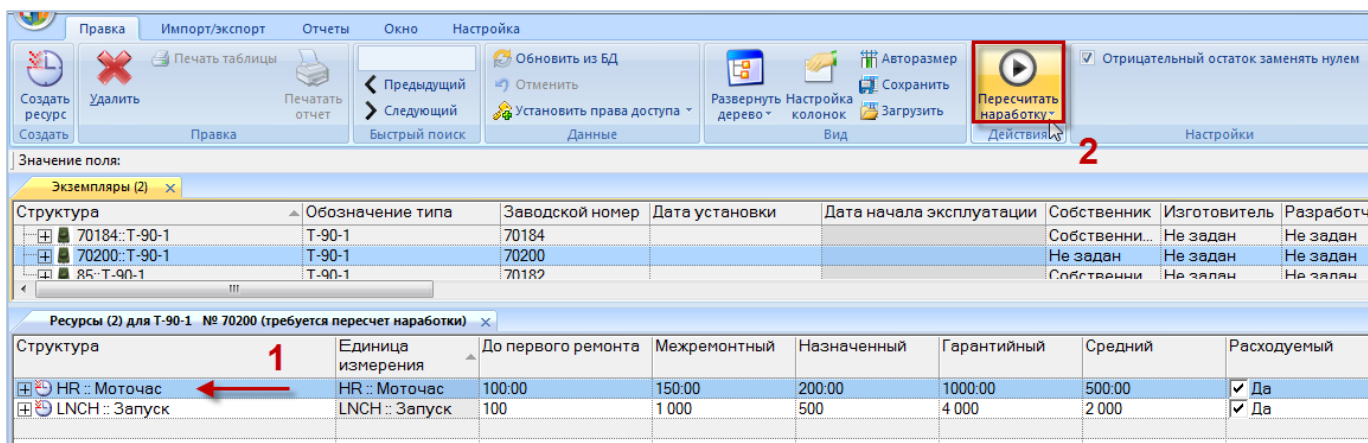
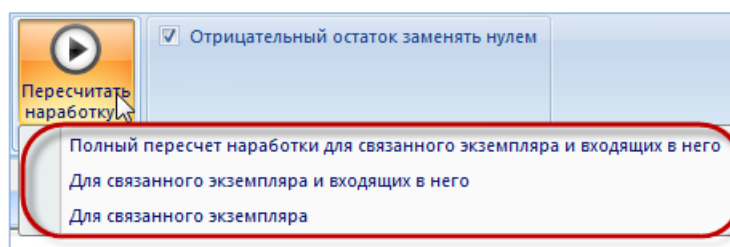

Рис. 21-5 – Пересчет наработки для экземпляра компонента
Рис. 21-6 – Меню кнопки «Пересчитать наработку»
5) Выделить окно «Ресурсы» для экземпляра компонента или строку с любым ресурсом для этого экземпляра в окне «Ресурсы» для компонента (1 на рис. 21-5).
б) Нажать кнопку «Пересчитать наработку» панели «Действия» (2 на рис. 21-5) и из раскрывшегося списка выбрать нужный пункт (рис. 21-6).